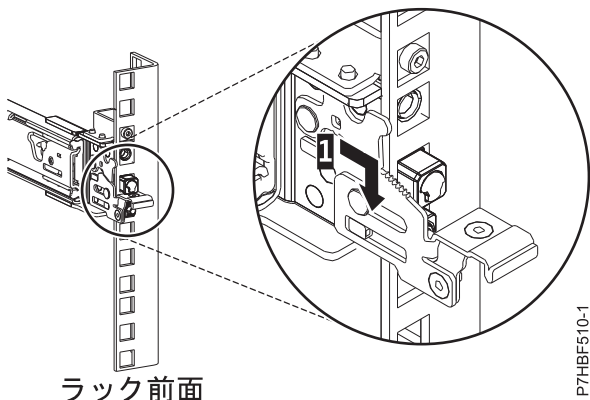

図 22. ラックの前面レールに取り付けられているピン
6. スライド・レールを前方に引き、レール前部の 3 つのピンを、事前にマークを付けた、選択済みの EIA 単位の 穴に挿入します。スライド・レールを下方に下げて (1)、中央のピンのフック機構を噛み合わせます。詳しくは、図 22を参照してください。